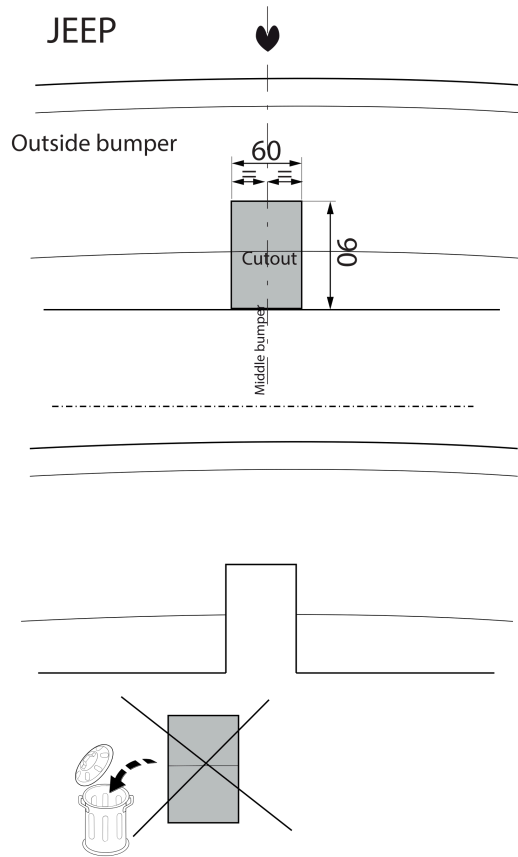

Fig. 4
12. Выпилить часть из бампера в середине снизу, как указано на рис. 4, 5 & 6.